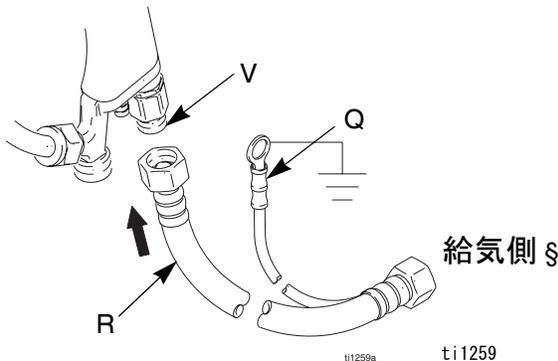

図 2
1. 給気ラインとガンの空気インレット (V) (図 2) の間にグラコ製接地済み 給気ホース (R) を接続します。ガン空気インレットフィッティングには左巻きネジがあります。給気ホース接地ワイヤ (Q) を純正のアース接地に接続します。